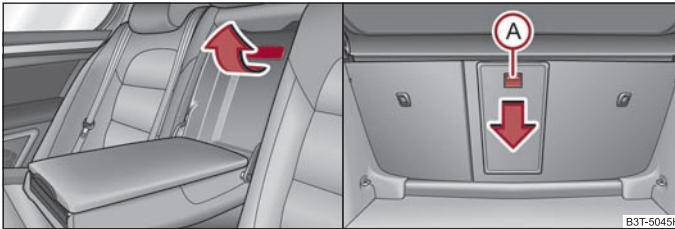

Fig. 114 Scaunele din spate: Mănerul capacului / Portbagajul: Tasta de deblocare
- Trageți mânerul până la limită în sus și rabatați capatul în jos ⇒ fig. 114 - stânga.
- Împingeți tasta de deblocare (A) ⇒ fig. 114 în jos și rabatați capatul (cu cotiera) în față.